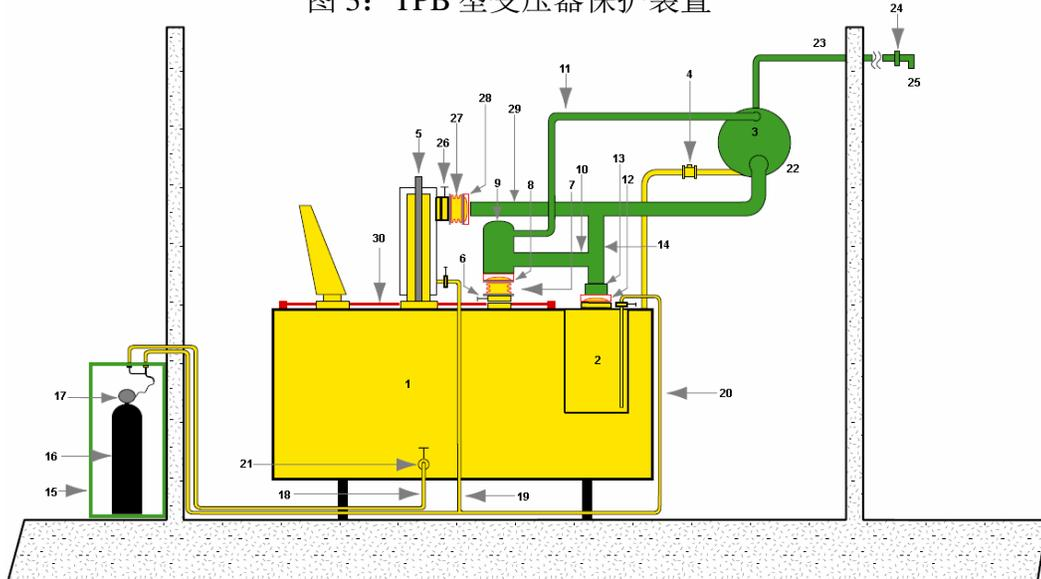

图 4: TPAB 型变压器保护装置
- **TPAB型**，图4，适用于容量为0.1MVA至1000MVA及以上的户内或户外变压器。变压器、有载分接开关和充油电缆盒释压装置（6-9项，12-13项，26-28项）可在内部发生故障时释压。释压后的油气混合物会输送至油气分离罐（22项）。气体会通过爆炸性气体排放管（23项）排放至建筑物外部或远离变压器及周边设备的安全排放区域。空气隔离阀（24项）安装在爆炸性气体排放管（23项）末端，防止空气进入油气分离罐（22项）或变压器油箱。